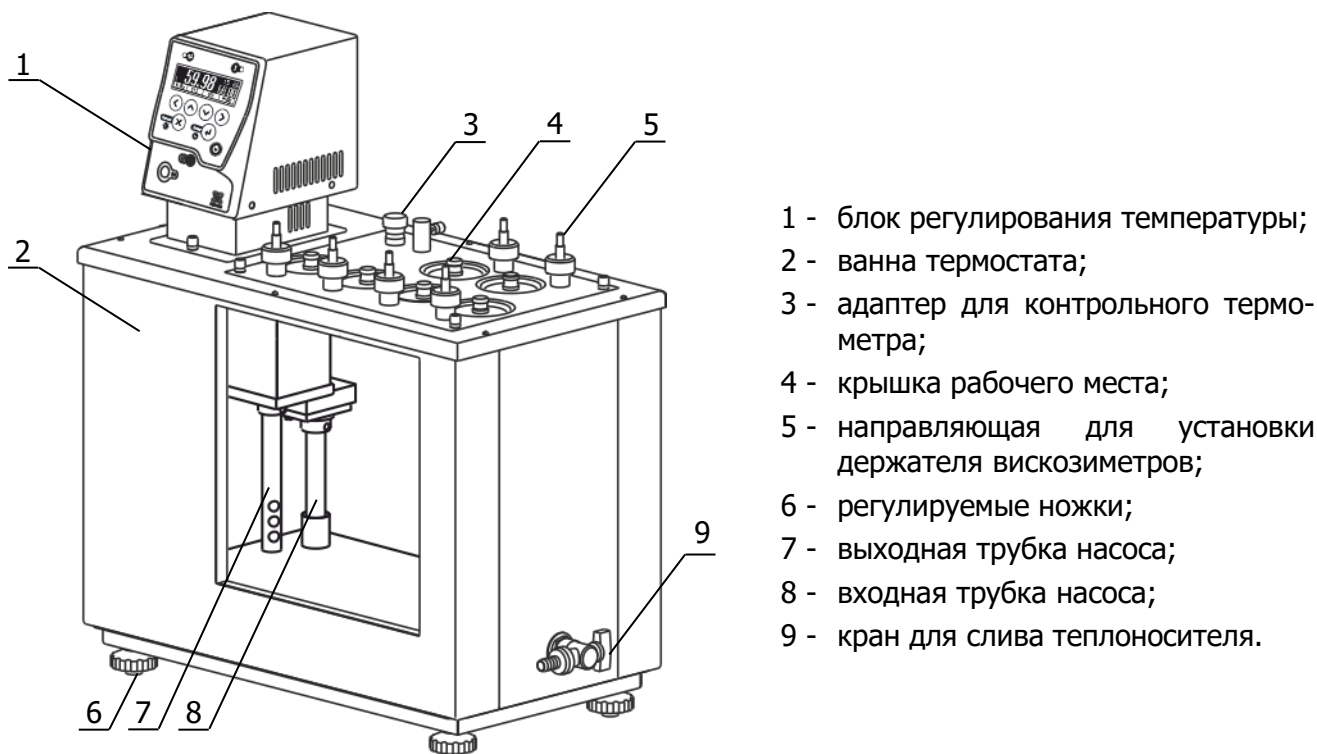

Рисунок 1 — Внешний вид термостата
2.2.2 Установить ванну термостата на горизонтальную поверхность. Добиться горизонтального положения крышки термостата вращением ножек 6 (рисунок 1).
- использовать крышки 4 (рисунок 1), ограничивающие доступ воздуха к поверхности теплоносителя при выходе термостата на установленную температуру и в промежутках между измерениями;
2.4.2 Надеть сливной шланг из комплекта поставки на сливной кран 9 (рисунок 1) и закрепить его хомутом. Свободный конец шланга опустить в емкость для сбора теплоносителя объемом, превышающим объем термостата.